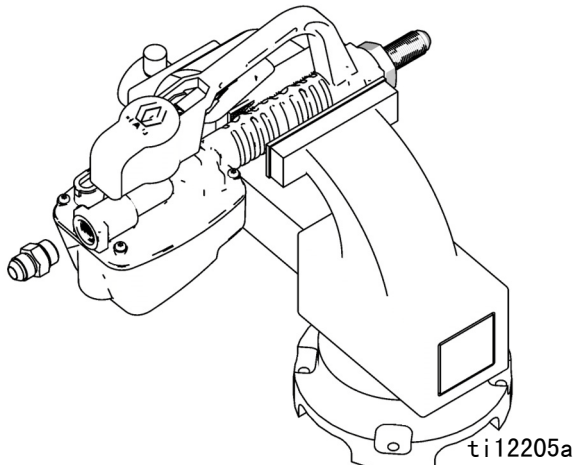

图 6
6. 将接头 (4) 安装在流量计出口上 (图 6)。用扳手拧紧接头。